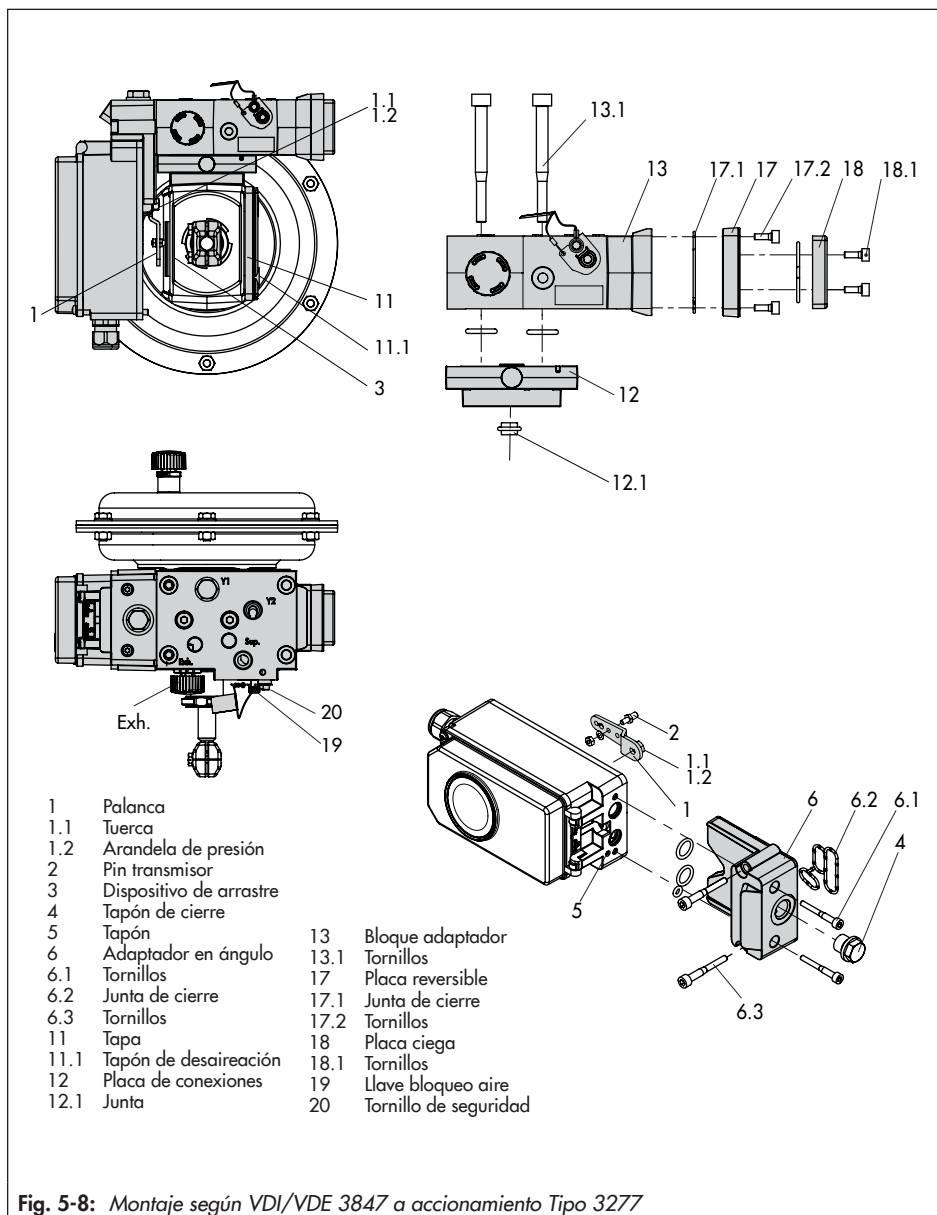

Fig. 5-8: Montaje según VDI/VDE 3847 a accionamiento Tipo 3277
Montaje en accionamiento Tipo 3277 (ver Fig. 5-8)
El posicionador se monta en el puente como se representa en la Fig. 5-8. En accionamientos con "vástago saliendo del accionamiento" la presión de mando se conduce al accionamiento por una conducción interna en el puente a través de la placa de conexiones (12), y con "vástago entrando al accionamiento" a través de un tubo externo.